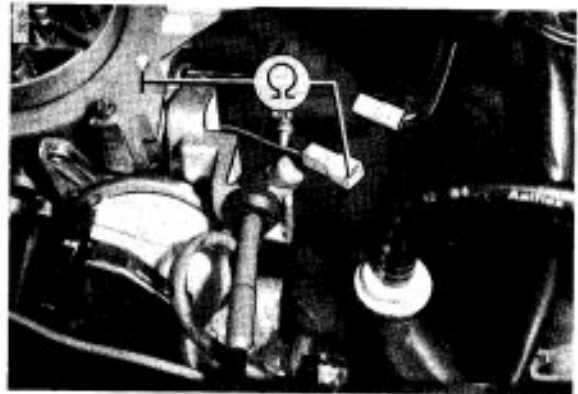

Bild 4
(Bild 4, 5)
### a. Heizelement und Stromzufuhr (Bild 4)
- Widerstand zwischen Anschlußkabel und Masse prüfen (Bild 4).